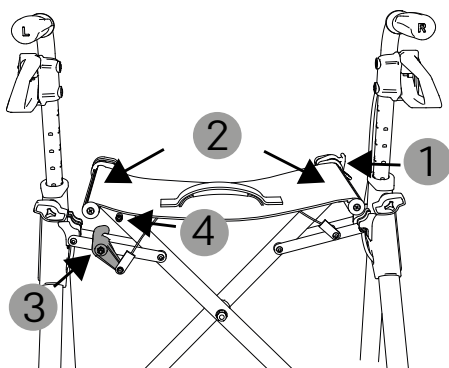

Abb. 2
2. Ggf. muss der Faltsicherungshebel (1, Abb. 2) gelöst werden (siehe Kapitel "Rollator falten und entfalten").
3. Drücken Sie die Seitenrohre der Sitzfläche auseinander und nach unten (2, Abb. 2), bis der Rollator ganz aufgeklappt ist und die Sitzbespannung aufgespannt ist.
4. Nun rastet die Faltsicherung (3, Abb. 2) hörbar in den dafür vorgesehenen Stift (4, Abb.2) unterhalb der Sitzbespannung ein und der Rollator ist korrekt entfaltet.